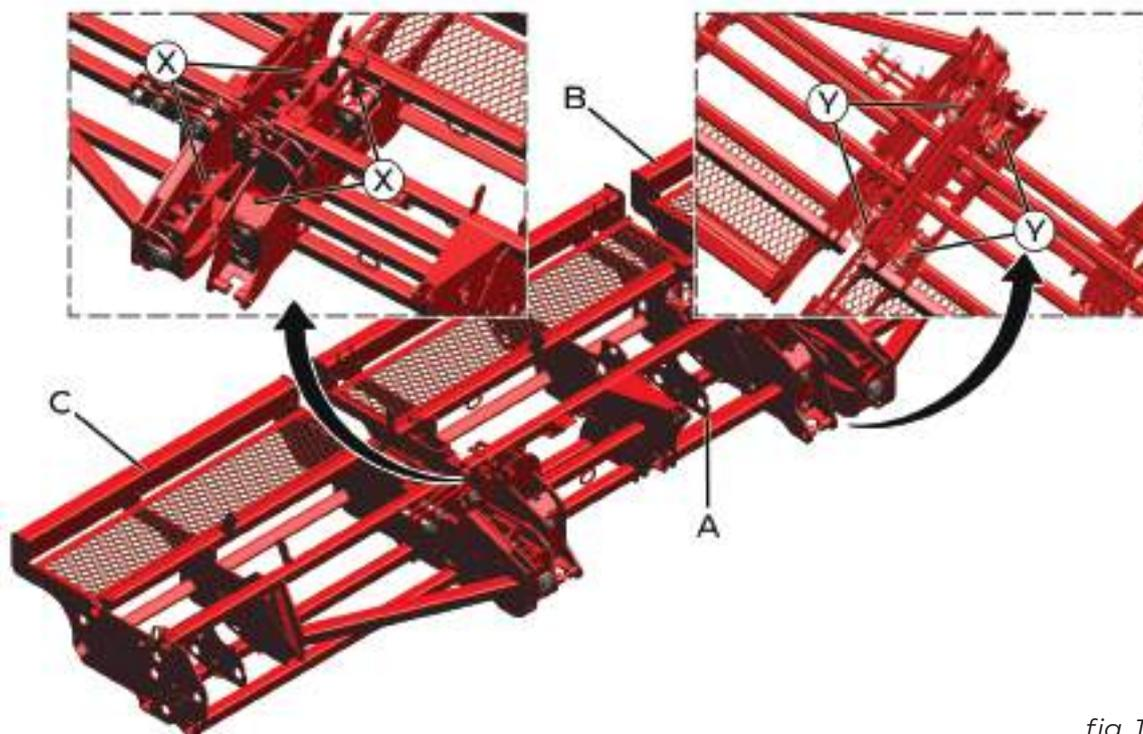

fig. 143
O sistema de articulação (fig. 143) é composto pelo chassi fixo (A) e pelos articuláveis esquerdo (B) e direito (C). Ambos possuem mancais (D) que interligam com o chassi fixo.